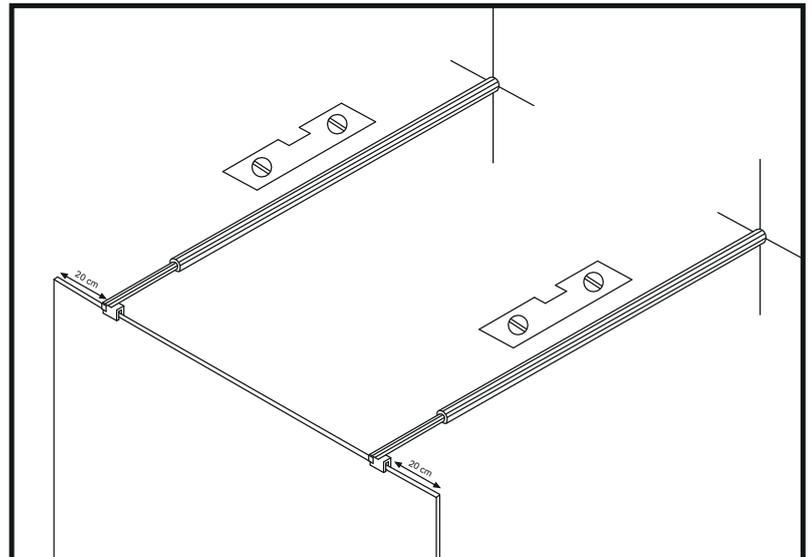

Abbildung 5
12. Die Halterung für das Glas muss sich in einem Abstand von maximal 20 cm von der Ecke des Glases befinden. (Abbildung 5)